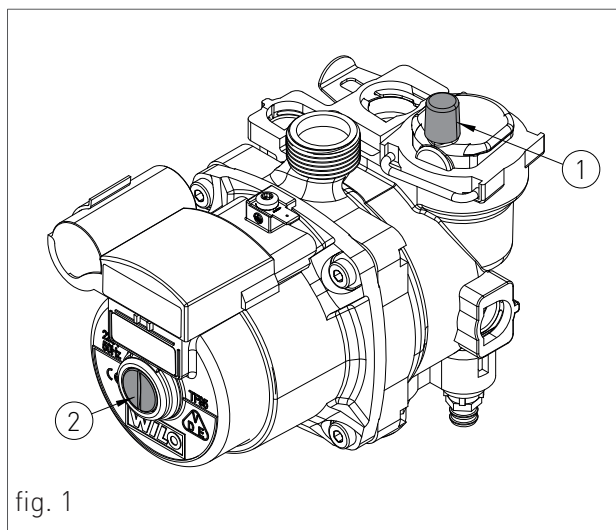

fig. 1
2. slăbiți ușor capacul supapei de siguranță a pompei (1-fig. 1) pentru a elibera aerul din sistem;
6. desșurubați capacul pompei (2-fig.1) să iasă orice bule de aer și să închideți-l bine pentru a preveni scurgerile de apă;